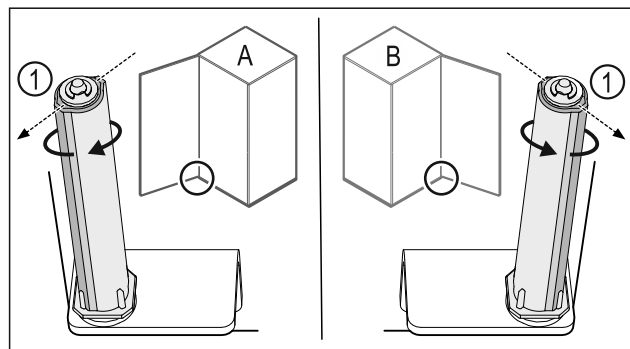

Fig. 41 Vänsteranslag (A) / högeranslag (B)
- Vrid låssystemet mot motståndet tills låssystemets stag Fig. 41 (1) pekar utåt.